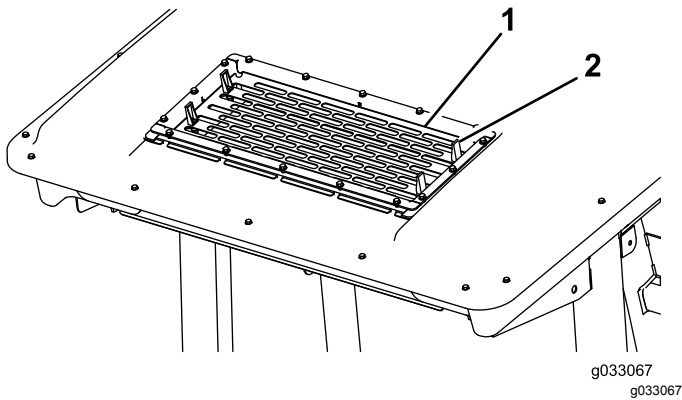

図 93
2. エアコン用スクリーンのタブ 4 個 **図 93** を外してスクリーンを取り外す。